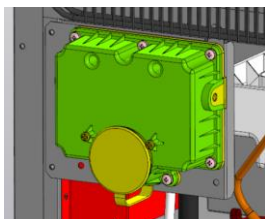

Рисунок 8.2.3 – уплотнитель
3. Вытащите уплотнитель (рисунок 8.2.3);